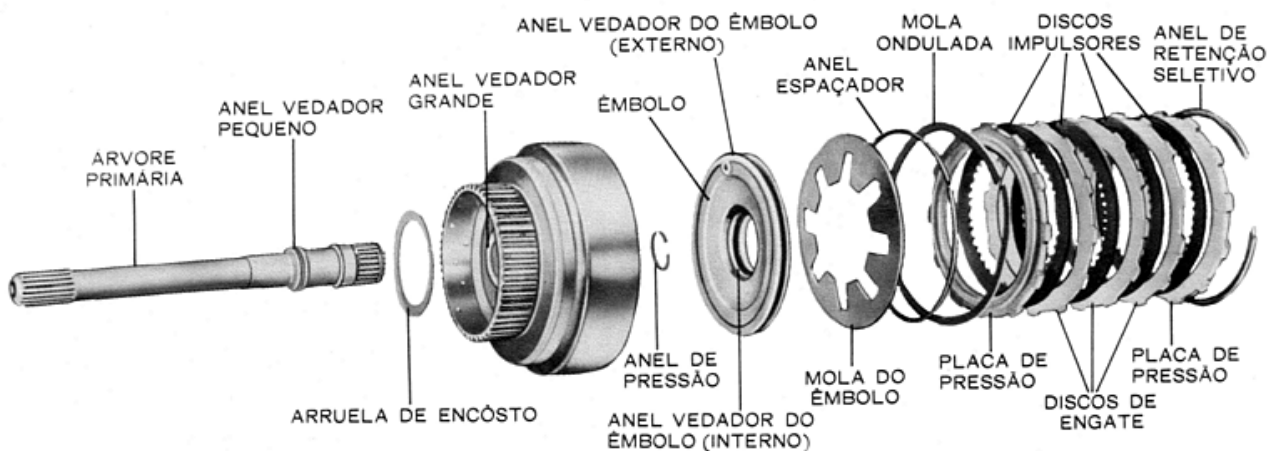

Fig. 53 — Embreagem traseira desmontada
- Lubrificar e instalar os anéis vedadores externo e interno no êmbolo. Assegurar-se de que os lábios de ambos os vedadores estejam voltados na direção da ponta do retentor e de que estejam devidamente colocados em seus alojamentos (Fig. 53).